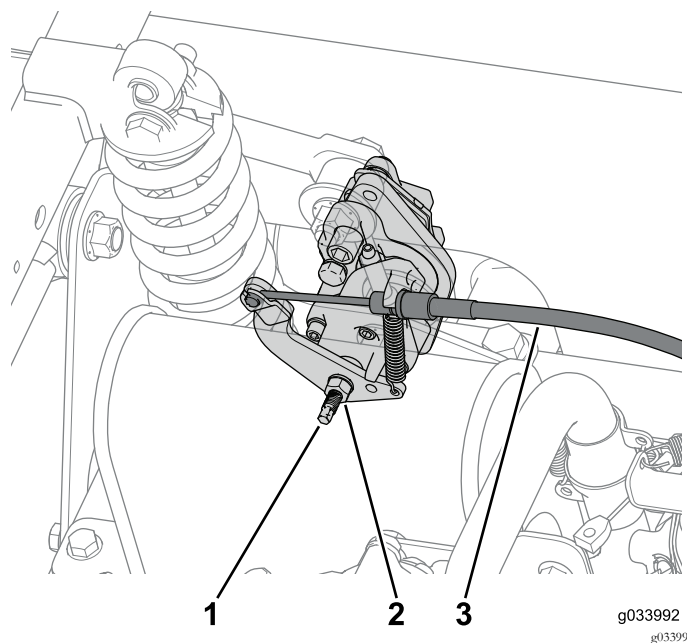

Figura 61
1. Desaperte a porca de retenção e depois rode o parafuso de ajuste duas voltas no sentido contrário ao dos ponteiros do relógio em ambas as pinças dos travões (Figura 61).
2. Desligue o cabo do travão de mão ligado a cada pinça do travão (Figura 61).